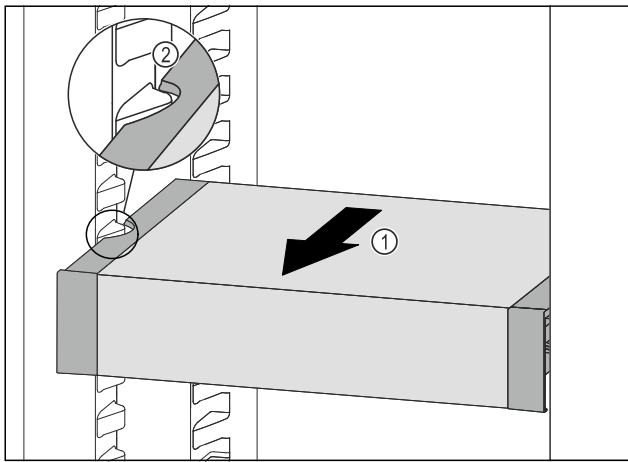

Fig. 113
- ▶ 向前拉动 VarioSafe Fig. 113 (1)，直至 VarioSafe 的侧部凹槽与冷藏区中的容器肋梁持平。 Fig. 113 (2)